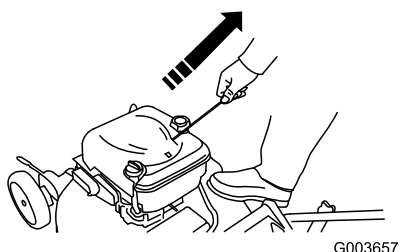

Figure 16
- Tirez la poignée du lanceur sur le moteur (Figure 16).